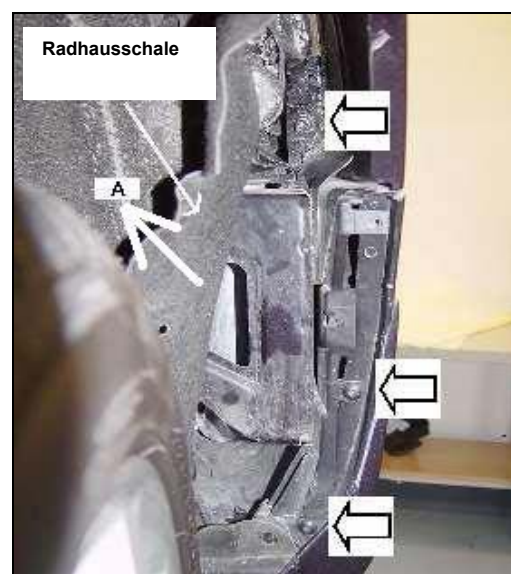

Abb. 5: Befestigung Stoßfänger rechts
8. Drücken Sie die Radhausschale nach oben - Pfeil A – weg, (Abb. 5).
9. Lösen Sie die Befestigungsschrauben, sowie –mutter des Stoßfängers in beiden Radhäusern (Abb. 5).